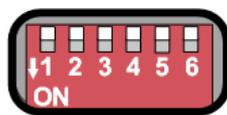

Рисунок 1.3 – Переключатели на задней панели анализатора (все выключены)
На задней панели анализатора имеется линейка из шести переключателей «Конфигуратор» (рисунок 1.3), с помощью которых выбирается набор сетевых параметров.
**!** *Изменение сетевых параметров вступит в силу только после выключения / включения питания анализатора и при включённом первом переключателе «конфигуратора» на задней панели анализатора (рисунок 1.3).*
Функция «Повторить поиск...» позволяет повторить обнаружение доступных приборов. ПО обращается к *DNS*-серверу с просьбой преобразовать *IP*-адрес анализатора в сетевое имя. Если это удаётся, то в столбце «Адрес прибора» вместо *IP*-адреса отображается сетевое имя. Невозможность преобразования *IP*-адреса в сетевое имя не является ошибкой и связана, скорее всего, с тем, что не использовал автоматическую конфигурацию сетевых параметров (переключатель 2 на задней панели выключен, рисунок 1.3) и не зарегистрировал своё имя на сервере. Если поиск осуществлялся при выключенном переключателе «Все приборы», то из найденных устройств будут отображены только подходящие к текущей измерительной схеме анализаторы.